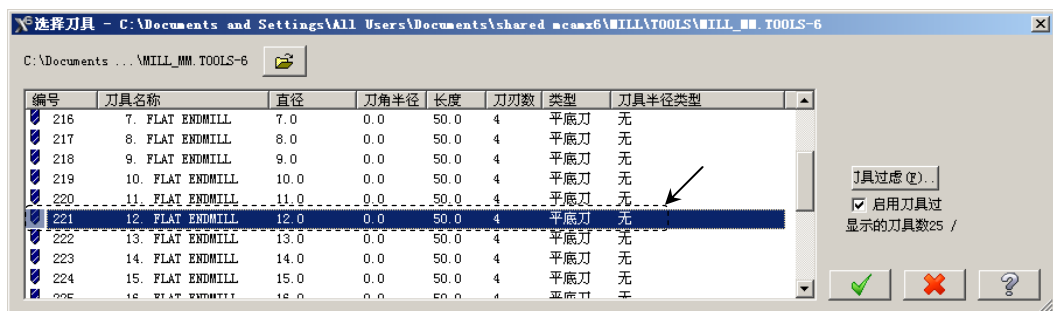

图 3.19 “选择刀具”对话框
Step4. 选择刀具。在“曲面精加工平行铣削”对话框中，单击 **选择刀具...** 按钮，系统弹出“选择刀具”对话框，在该对话框中的列表框中选取图 3.19 所示的刀具。单击  按钮，关闭“选择刀具”对话框，系统返回至“曲面精加工平行铣削”对话框。